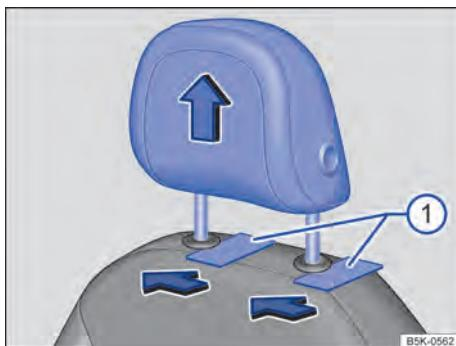
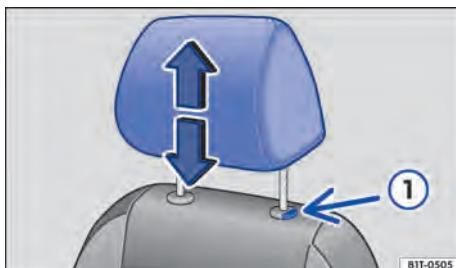

Fig. 66 Apoio para cabeça dianteiro: remover (variante 1).
Fig. 67 Apoio para cabeça dianteiro: remover (variante 2).
ça, por exemplo, cartões de plástico → Fig. 66 ①.
- *Variante 2:* retirar o apoio para cabeça com o botão → Fig. 67 ① pressionado.
- Empurrar para baixo o apoio para cabeça ao pressionar o botão → Fig. 66 ① ou → Fig. 67 ①.